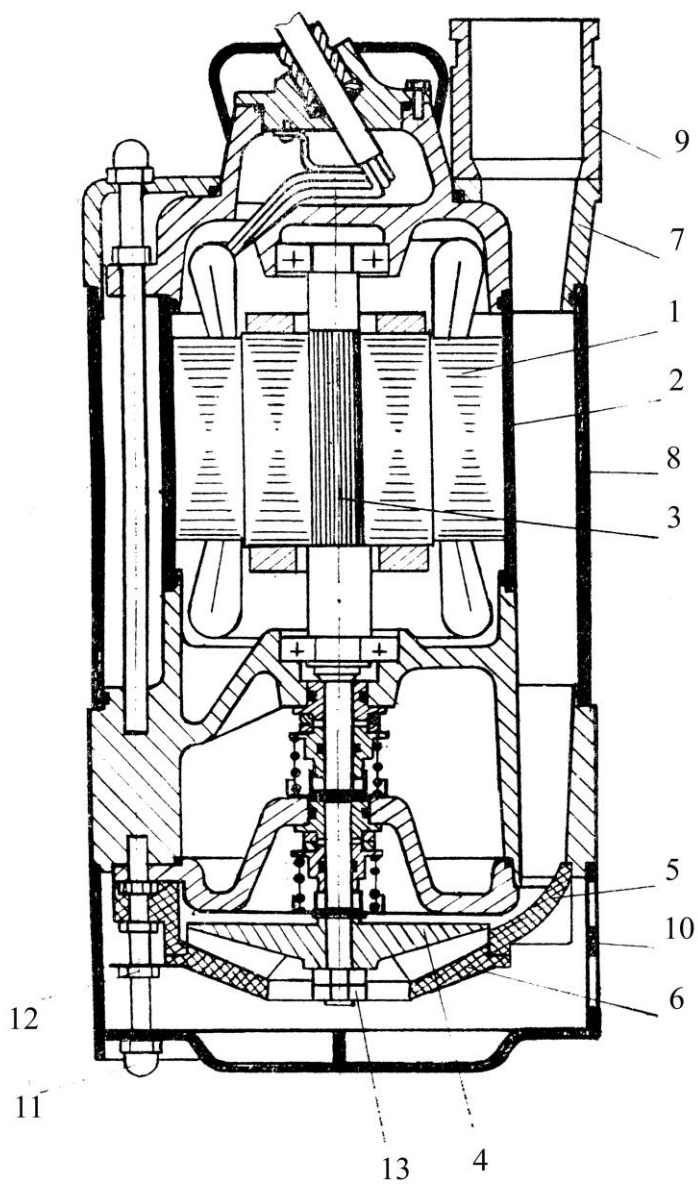

Рис. 2
4. УСТРОЙСТВО И ПРИНЦИП РАБОТЫ (РИС.2)
СТАТОР (рис. 2, поз.1) – пресованный активный пакет железа, заключенный в гильзу (поз.2).